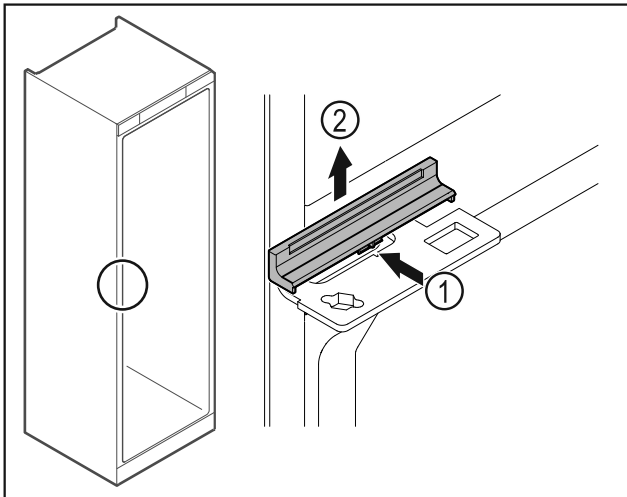

Fig. 43
- ▶ Πιέστε το κάλυμμα Fig. 43 (1) ελαφρά στο κέντρο και αφαιρέστε το προς τα επάνω Fig. 43 (2).